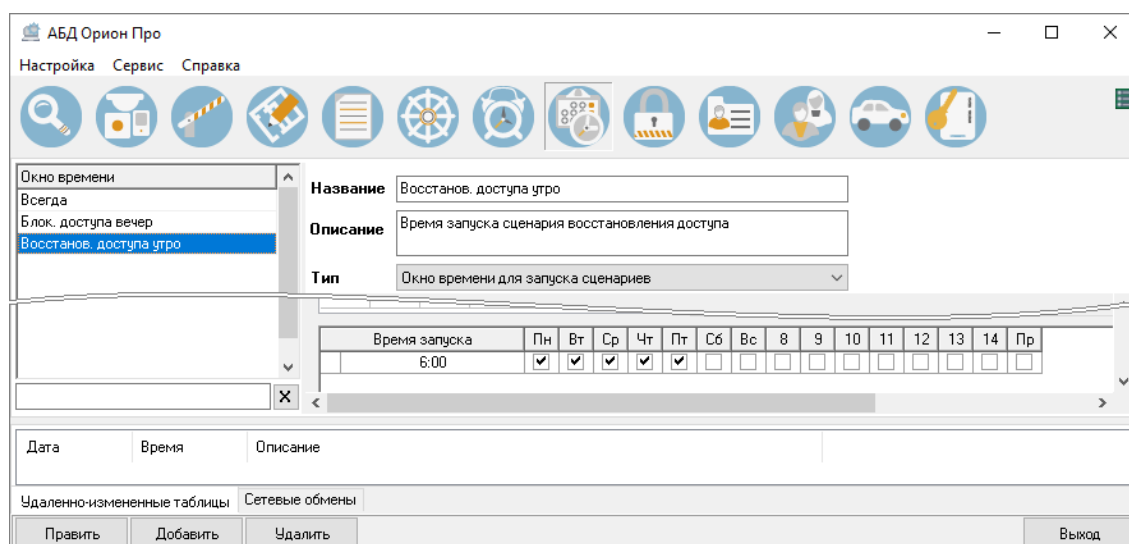

Рисунок 6-615 Окно времени для сценария восстановления доступа
- для сценария восстановления доступа – время, когда должен быть восстановлен доступ (см. Рисунок 6-615).